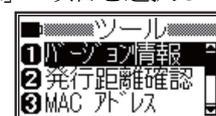

図3 バージョン情報
④ ツールの項目が開きますので、図3のように「バージョン情報」の項目を選択して (F4) を押して下さい。